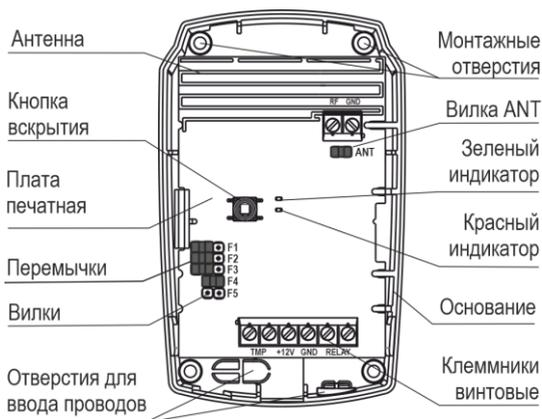

Рисунок 2
5.1.1 Конструктивно РПУ выполнено в виде блока, состоящего из основания и съемной крышки. Внутри блока смонтирована печатная плата с радиоэлементами и встроенной антенной (рисунок 2).